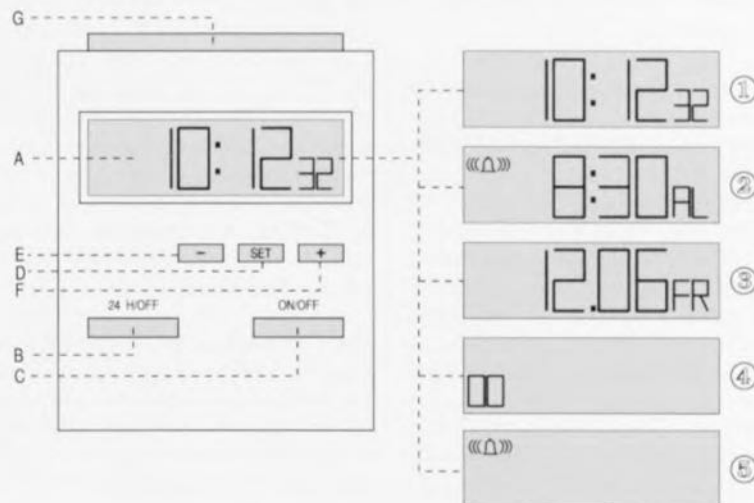

Figure 1. Les différents organes de commande de la DCF 92 et les modes d'affichage qu'elle connaît.
La figure 1 montre les différents
En service normal, la DCF 92 affiche l'heure actuelle par l'intermédiaire de chiffres de 10 mm de haut pour les heures et les minutes et des chiffres de 7 mm pour les secondes (figure 1,(1)). Une action sur la touche 24 H/OFF (figure 1B) produit la visualisation de la date (figure 1,(3)). Au bout de 5 secondes la DCF 92 revient automatiquement à l'affichage de l'heure présente.
Pour indiquer que l'utilisateur a défini une heure d'alarme et que la fonction de réveil est activée, la DCF 92 affiche, dans le coin supérieur gauche de l'afficheur, le symbole d'une cloche (tte) (figure 1,(5)). La technique de programmation, enfantine, d'une heure d'alarme et l'activation de la fonction de réveil seront décrites plus loin, dans le paragraphe intitulé « Fonction d'alarme ».
Si l'horloge se trouve en mode de réveil (la cloche (tte) est visible), une double action sur la touche 24 H/OFF a pour résultat l'affichage de l'heure d'alarme programmée (figure 1,(2)). Une simple action sur cette touche donne, comme mentionné plus haut, la date du jour. Après 5 secondes l'horloge reviendra automatiquement à l'affichage de l'heure actuelle.
Dès l'instant où la réception du signal de synchronisation n'est plus optimale, il apparaît, dans le coin inférieur gauche de l'affichage, un chiffre indiquant le nombre d'heures qui se sont écoulées sans réception correcte (figure 1,(4)).
La DCF 92 possède, de manière à permettre la lecture de l'heure dans le noir, un dispositif d'illumination de l'affichage qui reste en fonction tant que dure l'action sur la grande touche verte disposée sur le haut du boîtier (figure 1,(G)).
La mise en fonction du mode réveil se fait par une action sur la touche ON/OFF (figure 1,(C)). L'activation de ce mode de fonctionnement se traduit par l'apparition sur l'afficheur du fameux symbole de cloche évoqué plus haut. Il suffit d'une nouvelle action sur la même touche pour obtenir la mise hors-fonction du mode réveil. On notera au passage que l'heure d'alarme programmée
Une action sur la touche SET (figure 1,(D)) nous amène dans le mode de programmation, état visualisé par un clignotement de caractères « AL ». On définit ensuite, par l'intermédiaire des touches + et - (figure 1,(E) et 1,(F)), l'heure d'alarme requise. Chaque action sur l'une de ces touches fait avancer ou reculer l'heure d'alarme par pas de 1 minute. Le maintien de la pression sur l'une des touches se traduit par un défilement continu de l'affichage sachant qu'au bout de 7 secondes la vitesse de défilement augmente.